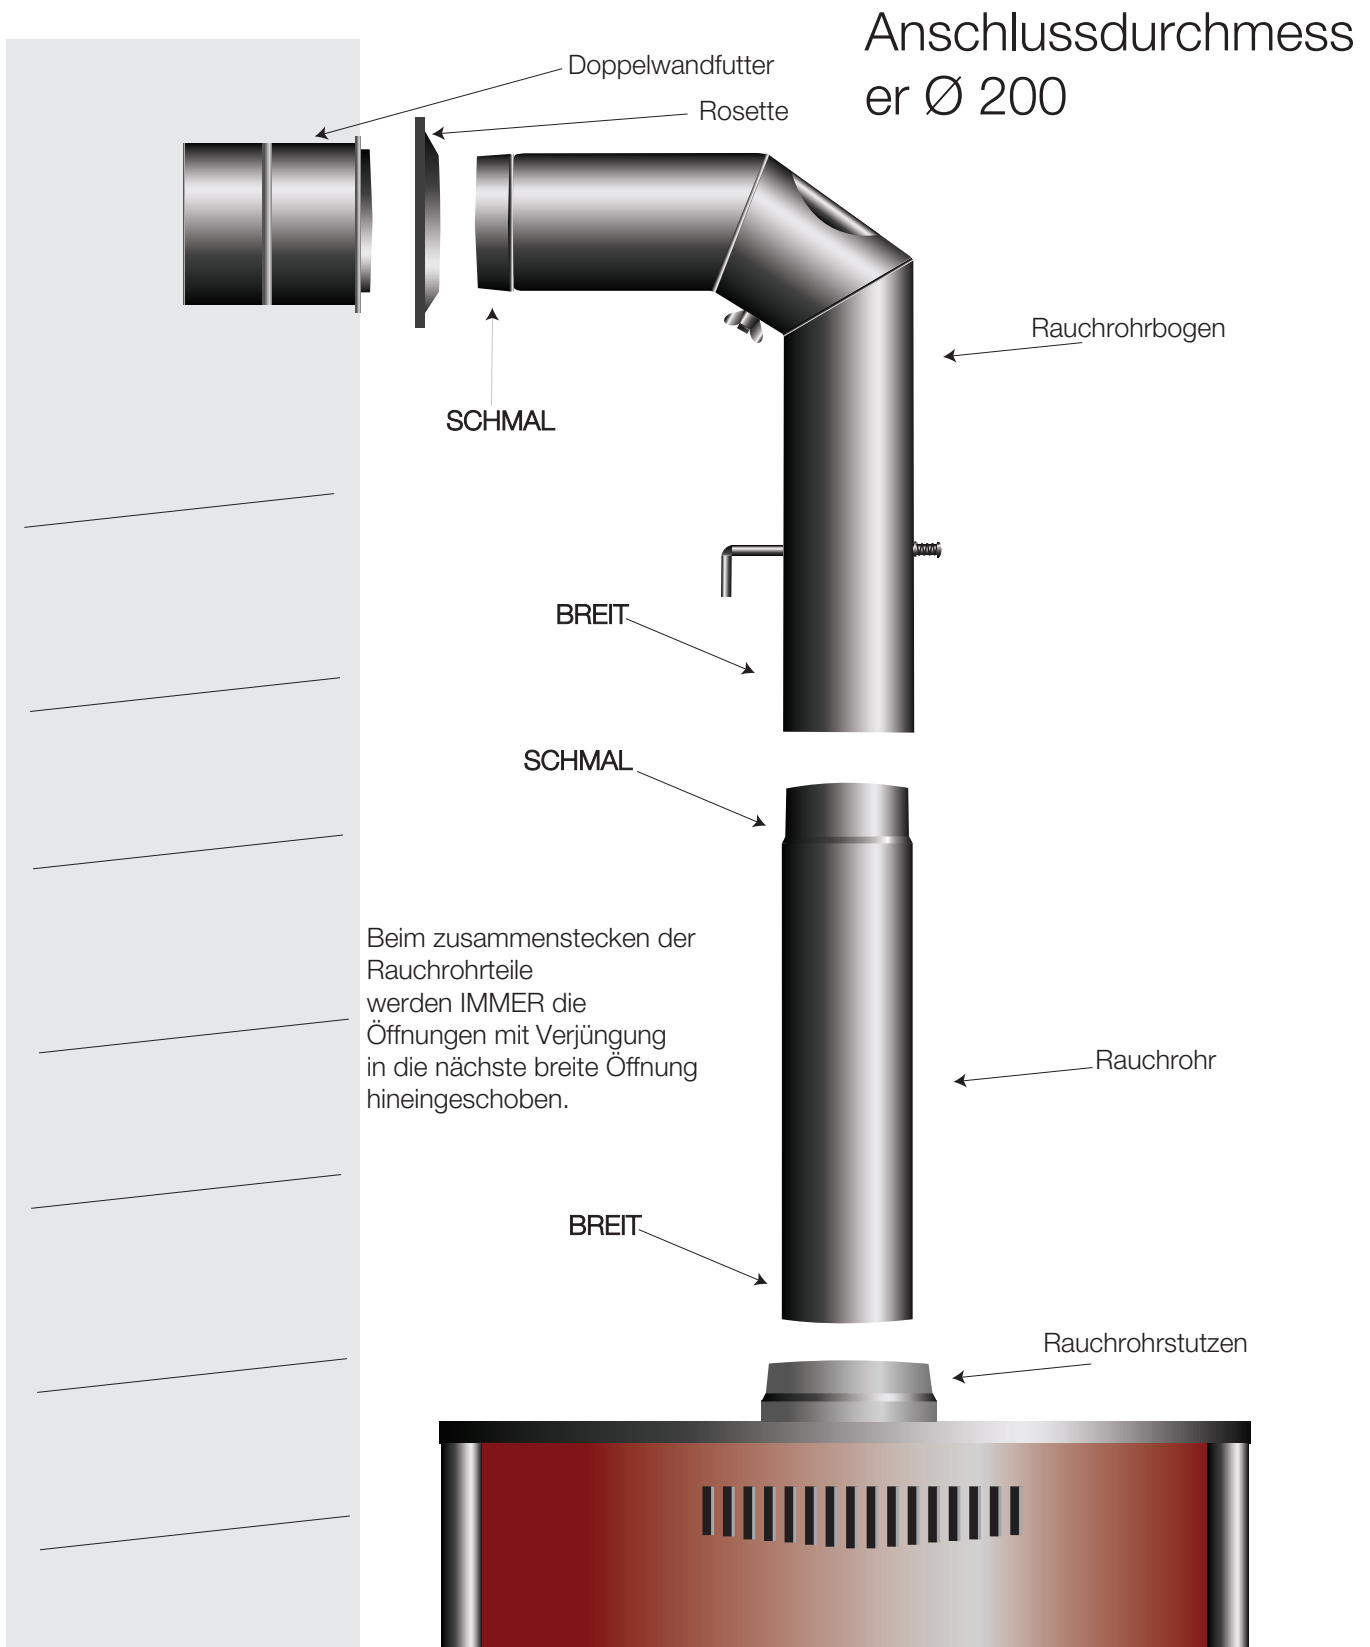

Abbildung 5 Anschluss des Rauchrohrs
6. Abbildung 5 Anschluss des Rauchrohrs	Seite 6